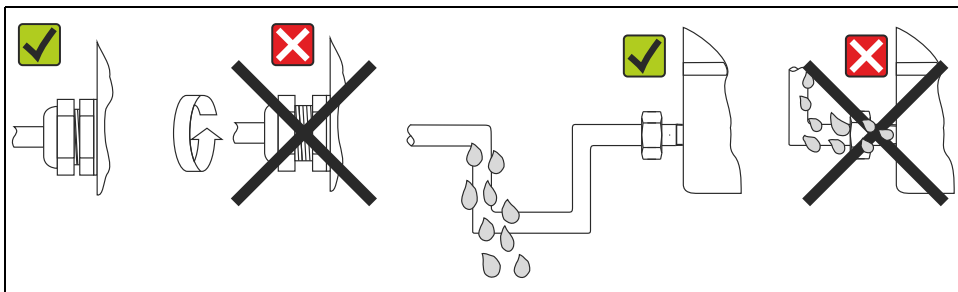

图 4： 确保 IP67 防护等级的接线说明
- 牢固拧紧缆塞 (参考图 4)。
- 插入缆塞前，电缆必须向下弯曲 (形成“聚水器”，参考图 4)。防止任何水汽渗入缆塞。